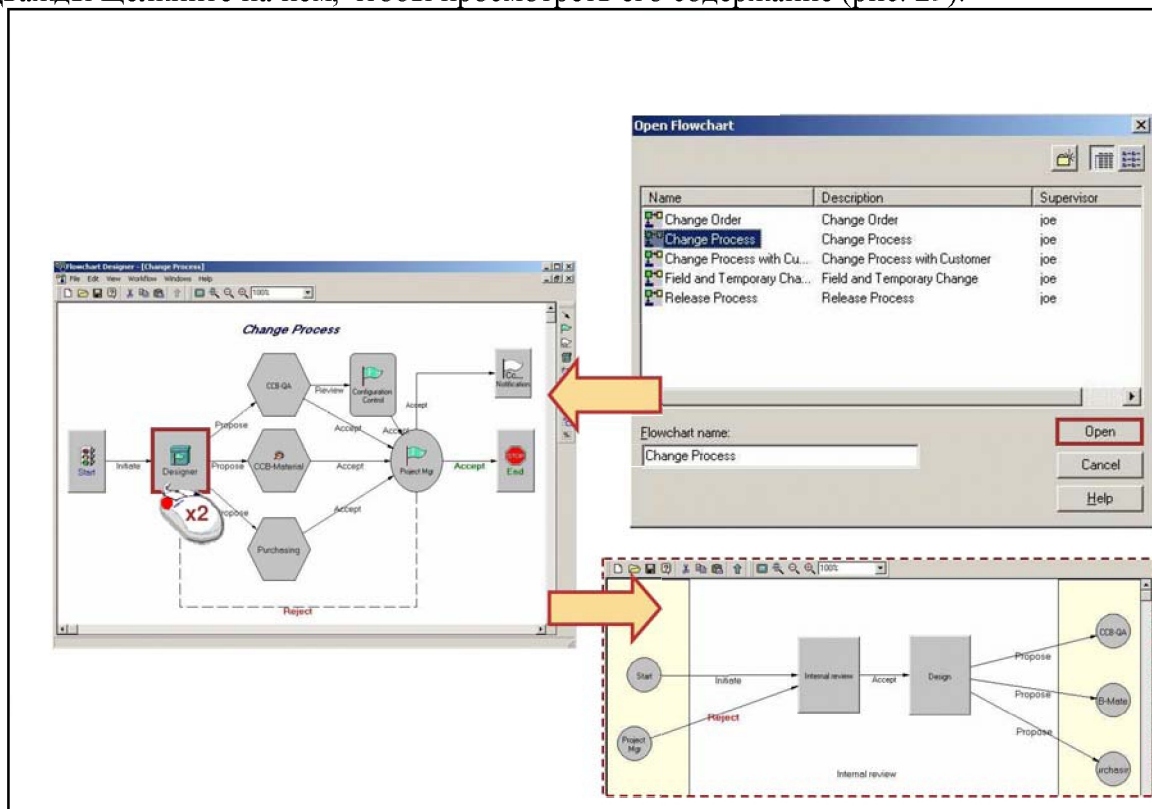

Рис.29. Интерфейс программы Flowchart Designer
- Дважды щелкните на нем, чтобы просмотреть его содержание (рис. 29).